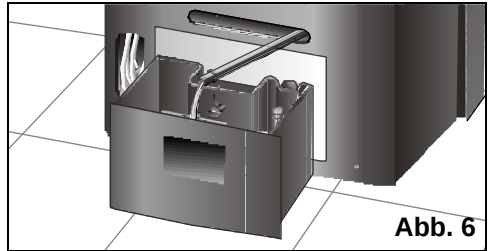

Abb. 6
- ❑ Entleeren Sie zuerst den Wasserbehälter im Geräteinneren mit Hilfe des Wasserablassschlauches, der auf der Rückseite des Gerätes angebracht ist. Der Schlauch muss nur aus seiner Halterung genommen und das angefallene Kondenswasser in ein Gefäß abgelassen werden (siehe **Abb. 6**). Entleeren Sie danach den Kondenswasserbehälter auf der Geräterückseite.